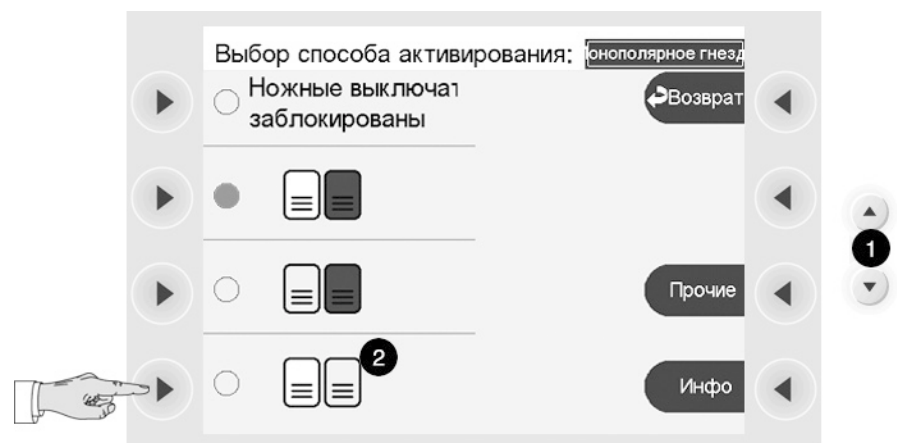
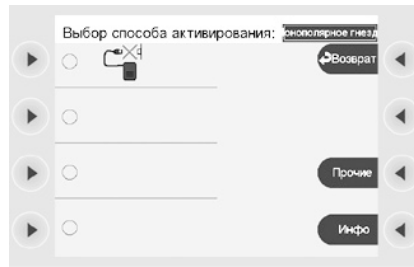

Рис. 4-16
Рис. 4-17
В окне Рис. 4-16 sВы видите список возможных способов присвоения ножного выключателя. Прокрутите клавишей Ab (1) также к следующему окну Рис. 4-17. Вы можете также использовать клавишу выбора рядом с пунктом меню *далее*.